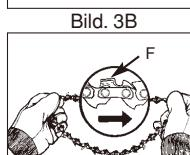

Bild. 3D
6. Platzieren Sie das geschlitzte Ende der Führungsleiste über den Leistenbolzen (D). Lassen Sie die Führungsleiste hinter die Kupplungs-Trommel (E) gleiten, bis die Führungsleiste stoppt. (Bild. 3D)
7. Breiten Sie die Kette aus, wobei die Schneideklingen (F) der Kette in die ROTATIONS-RICHTUNG zeigen (Bild. 3D).